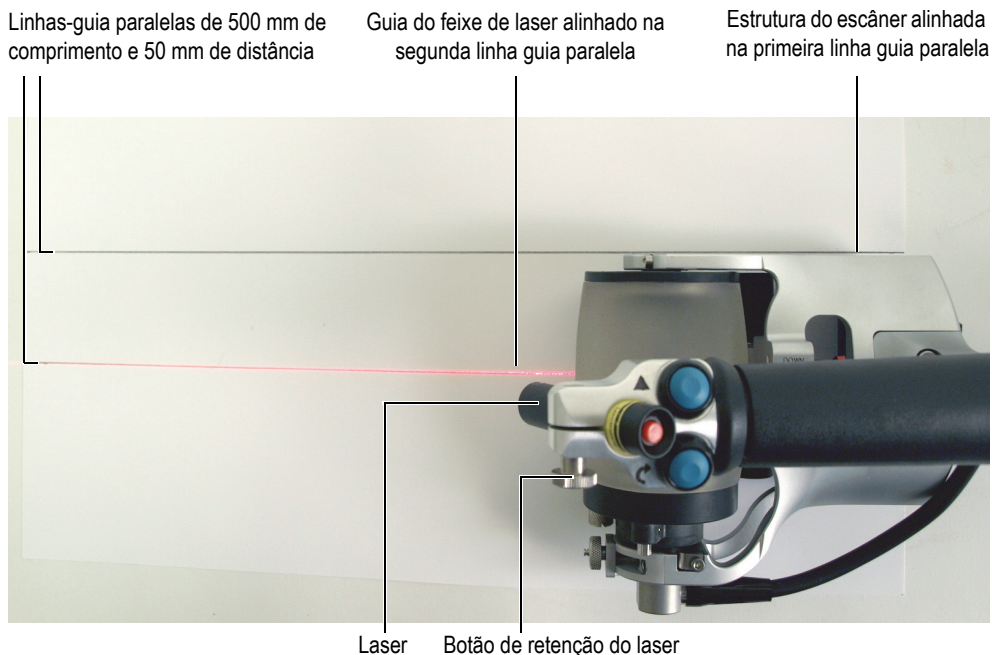

Figura 6-43 Alinhamento do feixe de guia laser
1. Em uma superfície plana, desenhe duas linhas-guia paralelas, com 500 mm de comprimento e 50 mm de distância (Figura 6-43 na página 125).